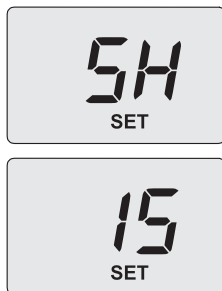

Figura 7.9
- Utilizzare il tasto 11 per cambiare questo valore in **15** e successivamente premere il tasto 13 per confermare. Sul display appare **SH** alternato al parametro potenza massima assoluta e la scritta "**SET**" (Figura 7.9).